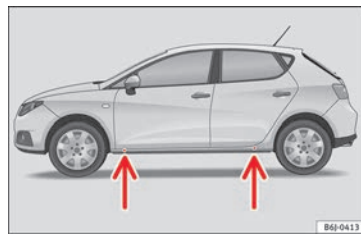

Fig. 43
- Coloque el gato en los puntos de apoyo previstos en el larguero » » **fig. 43.**